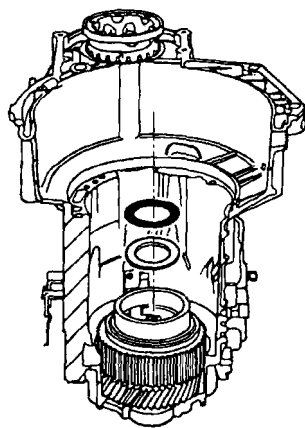

图 5-27 将垫圈和推力滚针轴承装到小太阳轮
(3) 将垫圈和推力滚针轴承装到行星架的小太阳轮上,与小太阳轮中心对齐,如图 5-27 所示。